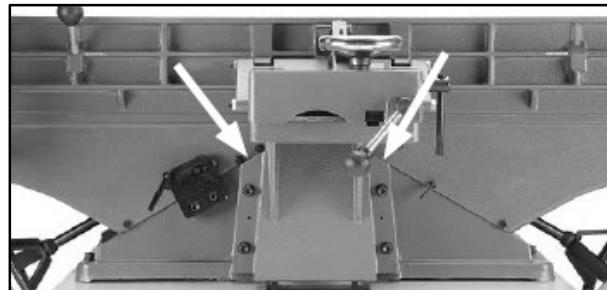

Рисунок 36.
- Клины (рис. 36). Опустите столы подачи и приема, чтобы добраться до клиньев. Капните несколько капель масла на верхнюю поверхность каждого из клиньев и перемещайте столы вверх/вниз, чтобы распределить масло. Уберите излишки масла.